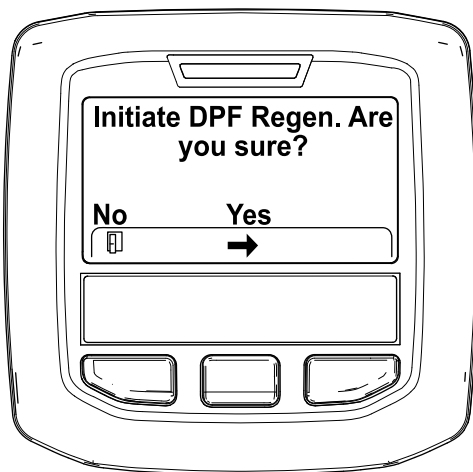

図 28
4. Initiating DPF Regen DPF 再生開始 Are you sure? というメッセージが表示されるので、中央ボタンを押す 図 28。